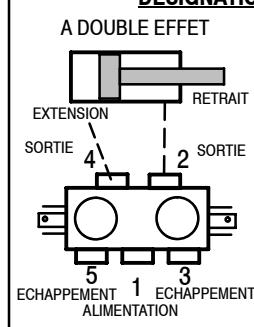

Figure 1
2. Les orifices de sortie 2 et 4 doivent être branchés sur un dispositif (cylindre à double effet, manomètre, etc.) L'orifice 5 est une sortie lorsque l'orifice 2 est mis sous pression. L'orifice 3 est une sortie lorsque l'orifice 4 est mis sous pression (voir la figure 1).